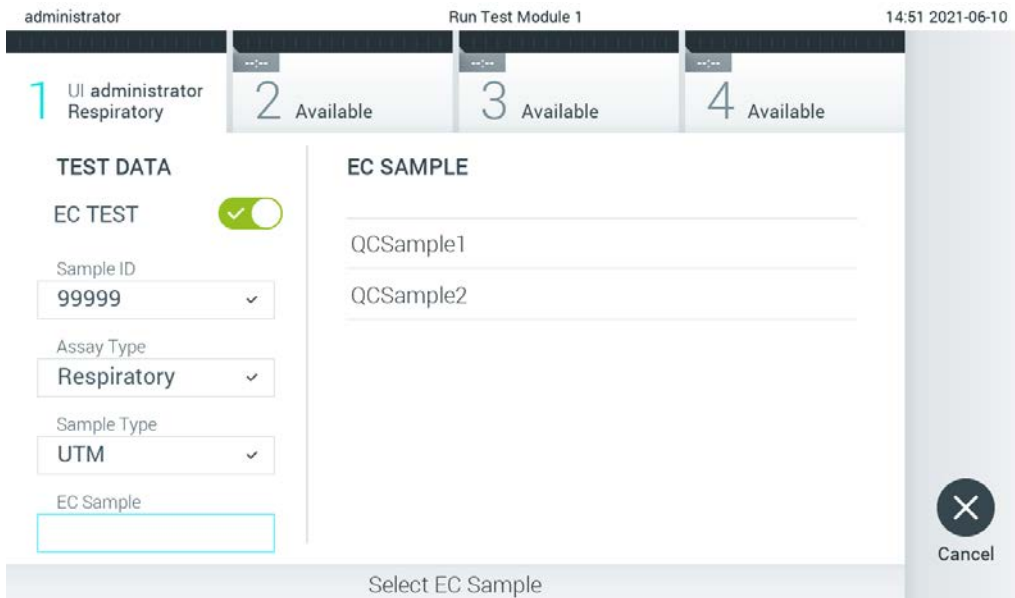

Abbildung 91: Auswählen von EC-Proben.
6. Wählen Sie den entsprechenden EC-Probenotyp aus der Liste aus. Nur EC-Proben für den ausgewählten Assaytyp werden angezeigt (Abbildung 91, nächste Seite). Wenn keine EC-Proben für den ausgewählten Assay konfiguriert sind, ist die Liste der EC-Proben leer und es kann kein EC-Testlauf gestartet werden. Hinweis: Eine Anleitung zur Konfiguration von EC-Proben finden Sie in Abschnitt 6.6.